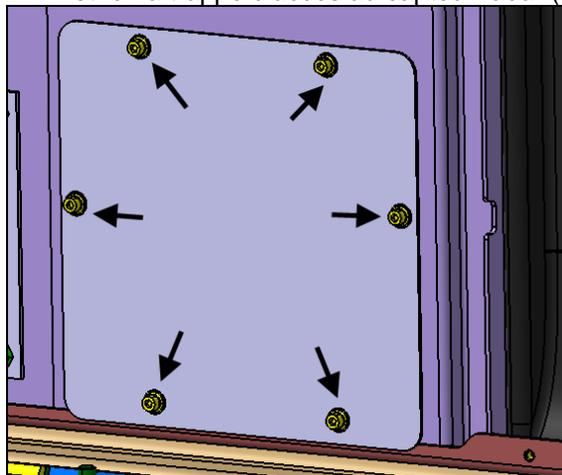

FIG.4 : SÉRIE X3 - TRAPPE D'ACCÈS AU CAPTEUR RADAR
2. Retirer la trappe d'accès au capteur radar (fig.4).